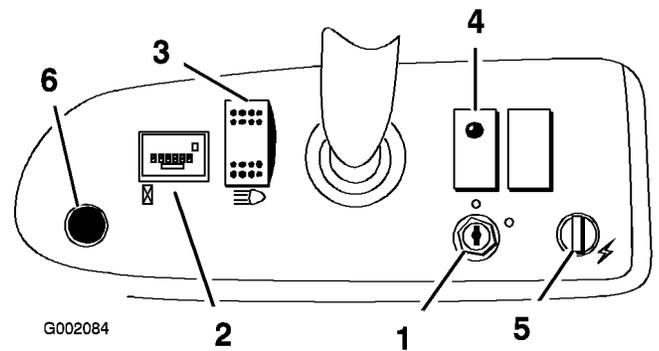

Figure 17
Le commutateur d'allumage (Figure 17) sert à mettre le moteur en marche et à l'arrêter. Il a deux positions : arrêt (OFF) et marche (ON). Tournez la clé dans le sens horaire jusqu'à la position ON pour mettre le moteur en marche. Lorsque le véhicule est arrêté, tournez la clé dans le sens anti-horaire à la position OFF. Enlevez la clé du commutateur d'allumage.
Le compteur horaire (Figure 17) indique le nombre total d'heures de fonctionnement du moteur. Il se déclenche chaque fois que la pédale d'accélérateur est enfoncée.
Il signale à l'utilisateur une baisse excessive de la pression d'huile (Figure 17). S'il s'allume de façon constante, vérifiez le niveau d'huile et faites l'appoint au besoin (voir la section Contrôle du niveau d'huile moteur, Utilisation, page 24).
Basculez le commutateur pour activer les phares. Appuyez dessus pour les allumer (Figure 17).
La prise d'alimentation sert à alimenter les accessoires électriques de 12 volts disponibles en option (Figure 17).
Appuyez sur ce bouton pour actionner l'avertisseur sonore (Figure 17).